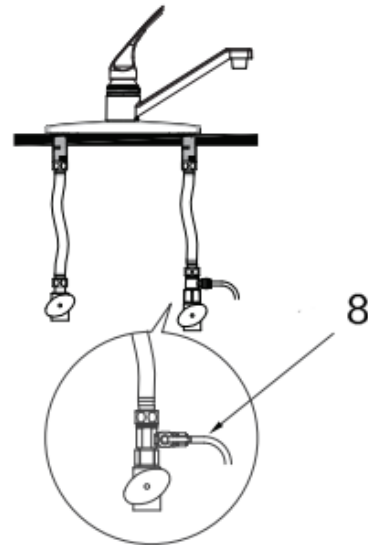

Fig. 2
4. Branchez le tuyau 3/8" dans la vanne de dérivation (Fig. 2).